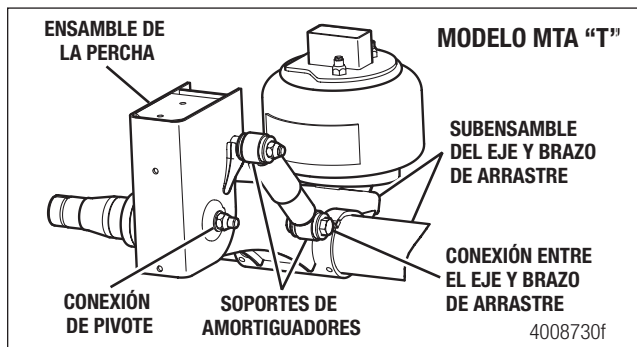
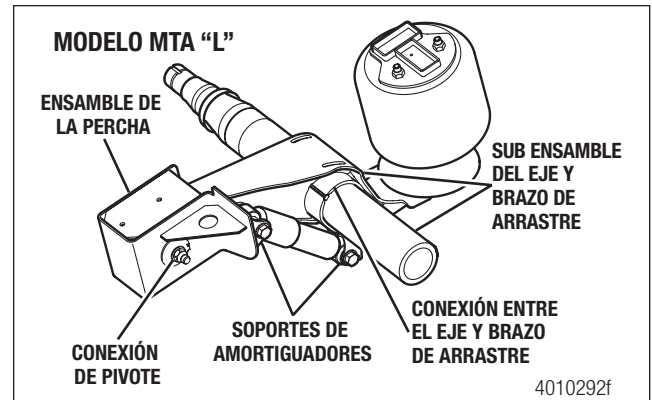

Figura 5.5
Figura 5.6
6. Inspeccione la estructura de los siguientes componentes de la suspensión neumática. Figura 5.5 y Figura 5.6.